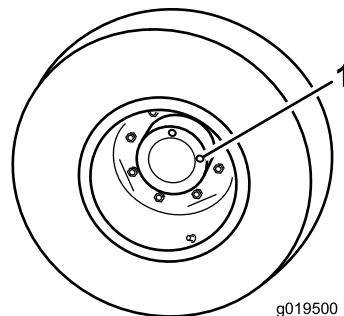

Рисунок 42
контрольная пробка (Рисунок 42) находилась в положении 12 часов, а вторая в положении 3 часа.
2. Снимите пробку в положении «3 часа» (Рисунок 42). Уровень масла должен располагаться у низа отверстия контрольной пробки.